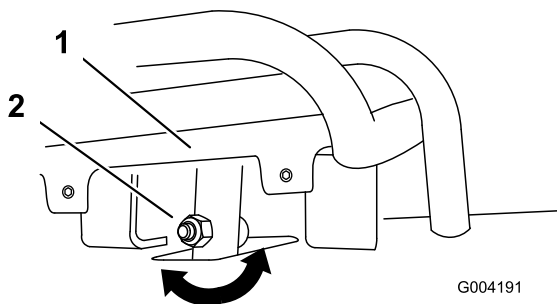

Figure 50
4. Si l'avant de la commande de déplacement n'est pas d'équerre et de niveau avec la barre de référence, desserrez l'écrou et le boulon à embase de la tige de la commande de déplacement (Figure 50).
5. Réglez la commande de déplacement de sorte qu'elle soit de niveau et en appui contre la barre de référence lorsqu'elle est tirée tout droit en arrière (Figure 50 et Figure 51).